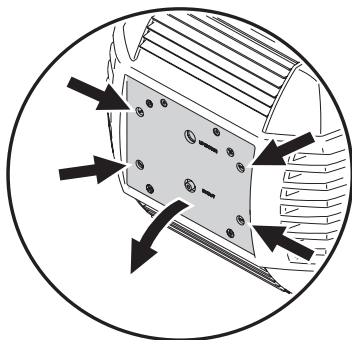

Bild 1: Lampenmodul
- 2 Lösen Sie die 4 mit Pfeilen markierten Schnellverschluss-Schrauben an der Rückseite des Kopfes. Ziehen Sie das Lampenmodul wie in Bild 1 gezeigt so weit wie möglich heraus und lassen Sie es in dieser Position.